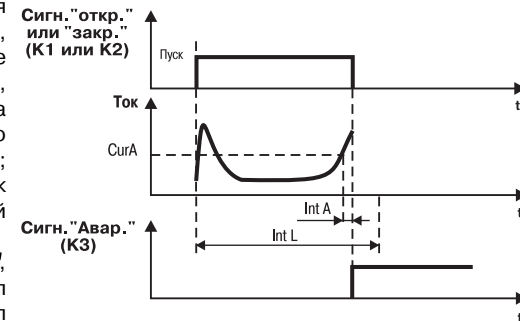

Рис. 8
- заклинивание вала электропривода произошло до достижения конечного положения – время хода, заданное в программируемом параметре $\overline{IntL}$, еще не истекло, а в течение времени, определяемом значением параметра $\overline{IntA}$, превышен ток защитного отключения (задается в параметре $\overline{CurA}$); БУ воспринимает эту ситуацию как аварийную и выдает соответствующий сигнал (рис. 8);